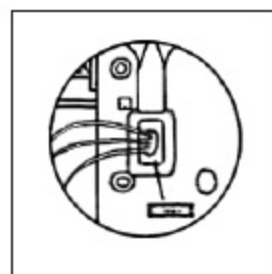

Fig. 3
- 4) Rimuovere il passacavo rettangolare e far passare i 3 cavi elettrici nel foro predisposto (fig 3).